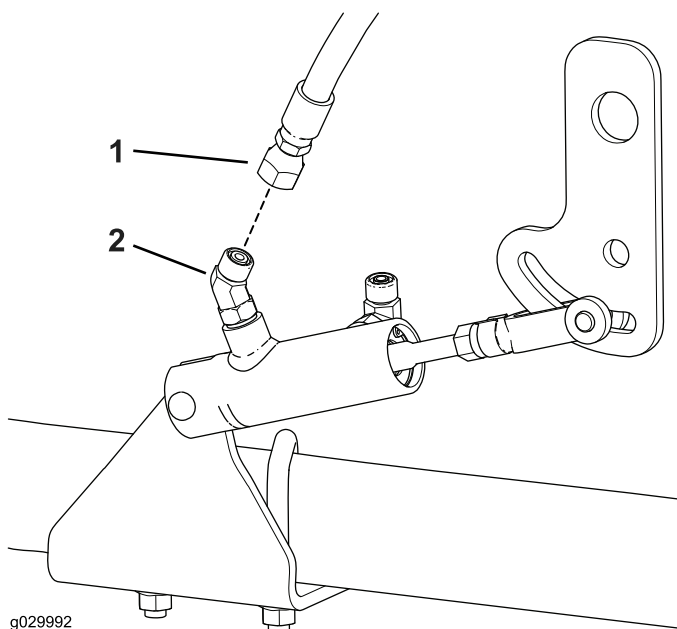

**Figure 13**
6. Acheminez le petit flexible hydraulique comme montré à la Figure 13.